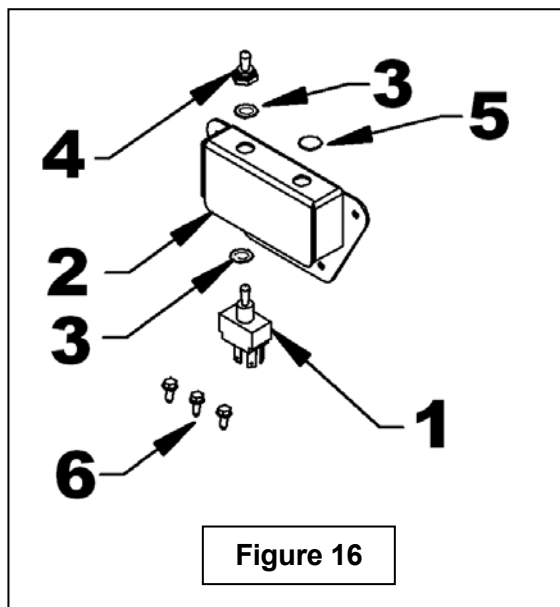

Figure 16
7. **Figure 16:** Insérer l'interrupteur (item 1) dans le boîtier (item 2), fixer avec les deux écrous (items 3) fournis avec l'interrupteur et visser le capuchon de caoutchouc (item 4) dans l'ordre illustré. Insérer le bouchon de plastique (item 5) dans le trou libre du boîtier (si nécessaire).
8. **Figure 16:** Installer le boîtier d'interrupteur à un endroit qui permettra un accès facile lors de l'opération de la souffleuse. Bloquer à l'aide de trois vis auto-perçantes #10 x 1/2" (item 6). Laisser un trou libre pour installer le fil de mise à la terre. Éviter d'installer le boîtier où il y a déjà des fils, cela pourrait les endommager.